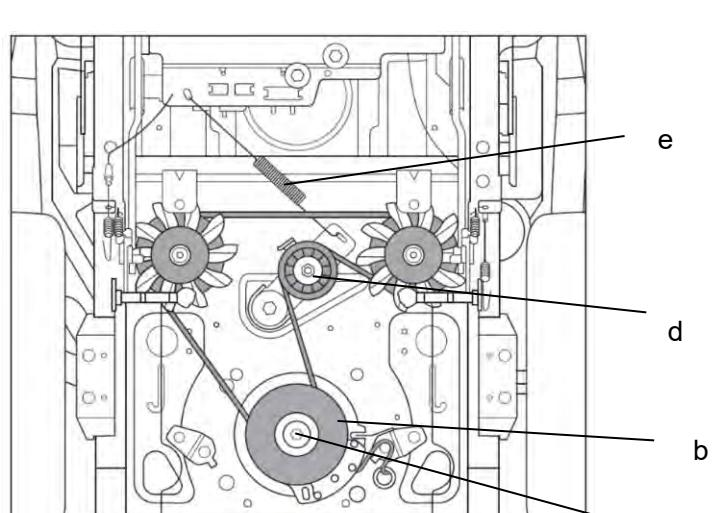

Fig.27B
3. Ta bort fästbultern (a, Fig. 27B) på den elektromagnetiska kopplingen (b Fig.27B).
5. Ta bort spännhjulet (d, Fig .27B).
6. Ta bort dragfjädern (d, Fig.27B).